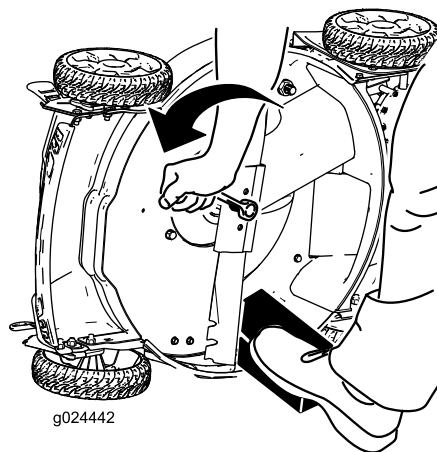

Figure 25
4. Déposez la lame en tournant le boulon dans le sens antihoraire et conservez toutes les fixations en vue de la repose (Figure 25).
3. Immobilisez la lame avec un morceau de bois (Figure 25).